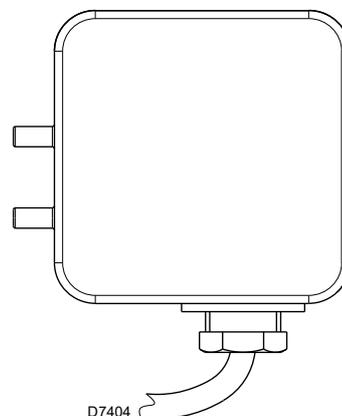

Fig. 20
- Regolare il pressostato aria (Fig. 20) ad inizio scala.
Eseguire la regolazione del pressostato aria (Fig. 20) dopo aver effettuato tutte le altre regolazioni del bruciatore con il pressostato aria regolato a inizio scala.